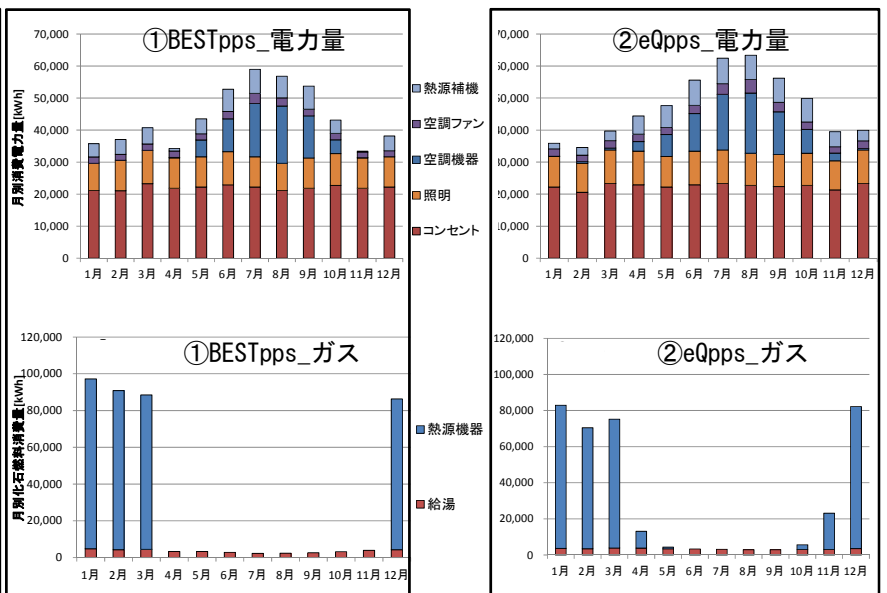

図3 各月エネルギー消費量のプログラム比較
まず、検討建物のプログラム間比較を行う。①BEST_{pps}、②eQ_{pps}間では、年間エネルギー消費量の差は消費電力量、化石燃料ともに1割以下となった。同様のケースでの各月エネルギー消費量を図3に示す。消費電力量、燃料消費量ともに概ね同様の傾向を示すことがわかる。